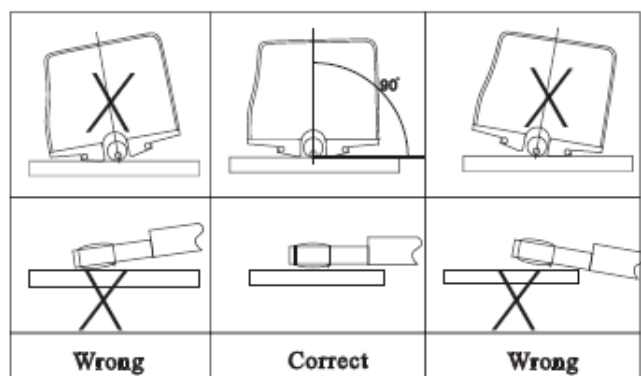
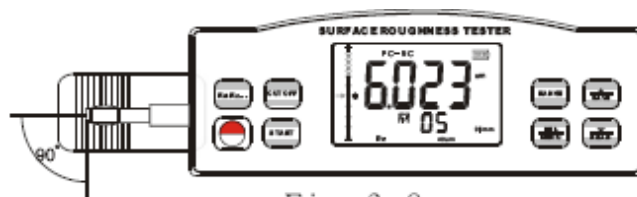

Fig.3.7
Fig.3.8
- H. Observez la Figure 3.7 et la Figure 3.8 pour placer l'appareil correctement, stable et fermement sur la surface à mesurer. Réglez.
- I. Observez le Figure 3.8: le sillon coulant du capteur doit être en position verticale par rapport à la direction de la ligne de procès de la surface à mesurer.